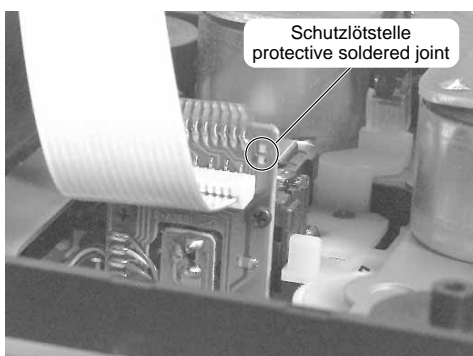

Fig. 19
***Achtung:** Bei Ausbau des CD-Laufwerks muß vor Abziehen der Steckverbindungen eine Schutzlötstelle auf der Leiterplatte (Fig. 19) der Lasereinheit angebracht werden, um eine Zerstörung der Laserdiode durch statische Aufladung zu vermeiden. Beim Einbau einer neuen Lasereinheit muß nach Einstecken der Steckverbindungen die werkseitig angebrachte Schutzlötstelle entfernt werden.
***Warning:** Before detaching the plug-in connections when removing the CD drive mechanism a protective solder joint must be provided on the circuit board (Fig. 19) of the laser pick-up to avoid the laser diode being destroyed by static charges.